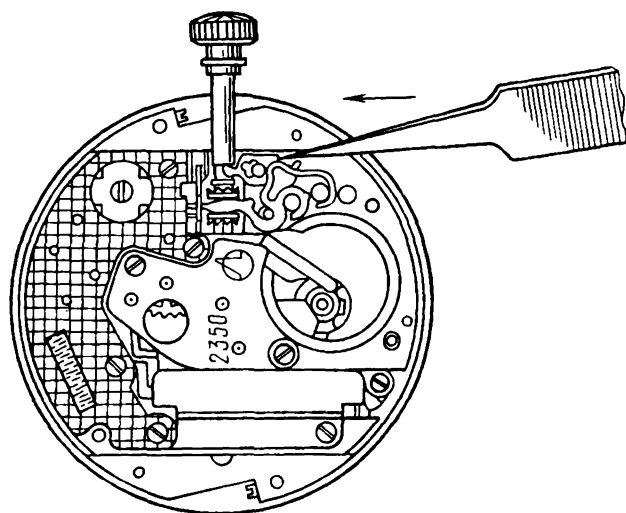

Рис. 117. Установка вала переводного в механизм. Установить вал переводной в механизм и возвратить рычаг переводной в исходное положение.
12. Установить вал переводной в механизм (рис. 117)